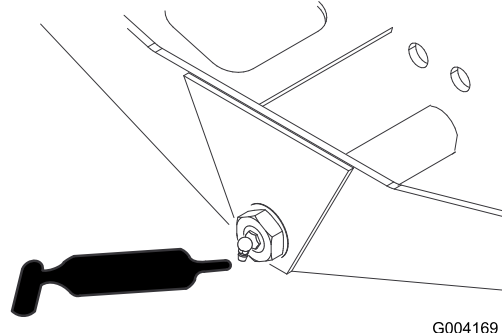

Figura 66
- Perno dello sterzo dell'assale (1) (Figura 66)